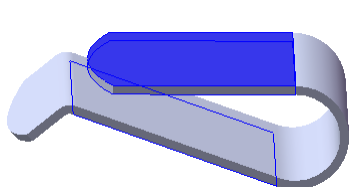
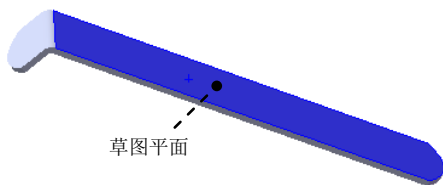

图 7.18 绘制的折弯 2
图 7.19 折弯线草图平面
Step4. 创建图 7.18 所示的钣金特征——绘制的折弯 2。
(1) 选择命令。选择下拉菜单 **插入(I)** → **钣金(B)** → **绘制的折弯(S)...** 命令 (或单击“钣金”工具栏上的“绘制的折弯”按钮)。
(2) 定义特征的折弯线。
① 定义折弯线草图平面。选取图 7.19 所示的模型表面作为折弯线草图平面。